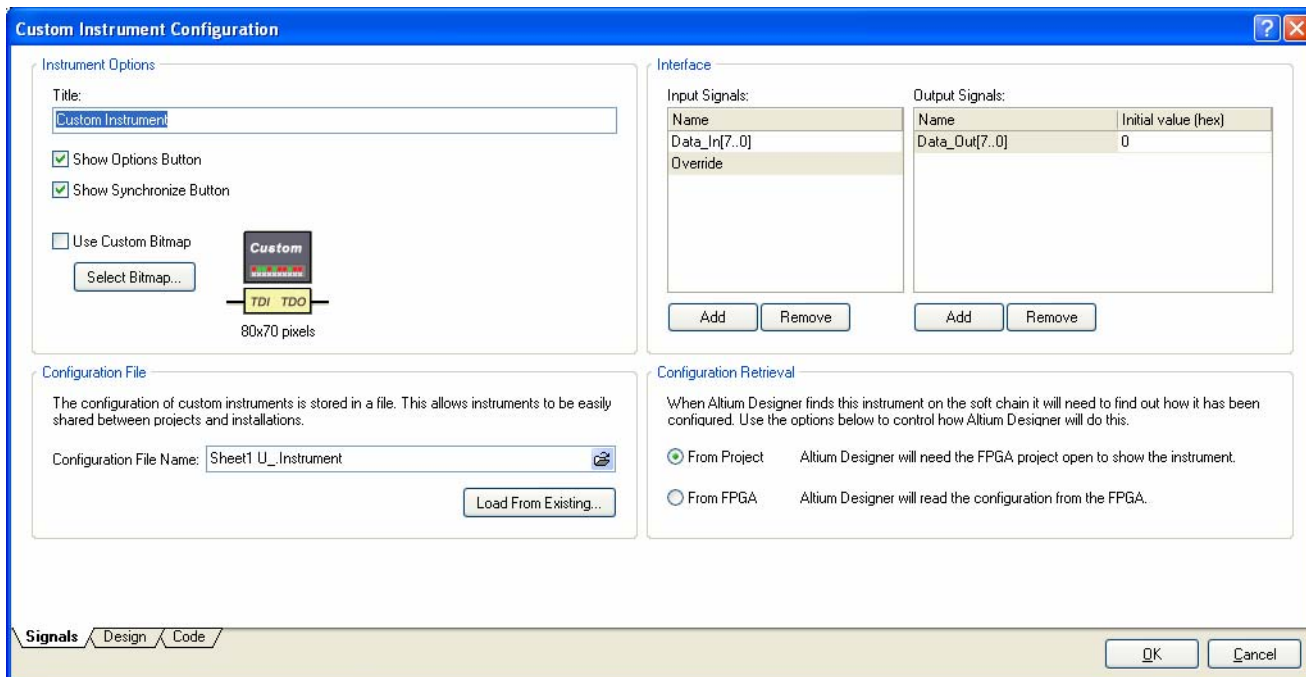

図 3. Signals タブ – 計器の基本設定オプションを表示
1. デザイン回路図面から、仮想計器のシンボルを右クリックし、コンテキストメニューから **Configure** を選択します。*Custom Instrument Configuration* ダイアログが表示され、デフォルトで **Signals** タブがアクティブになります (図 3)。